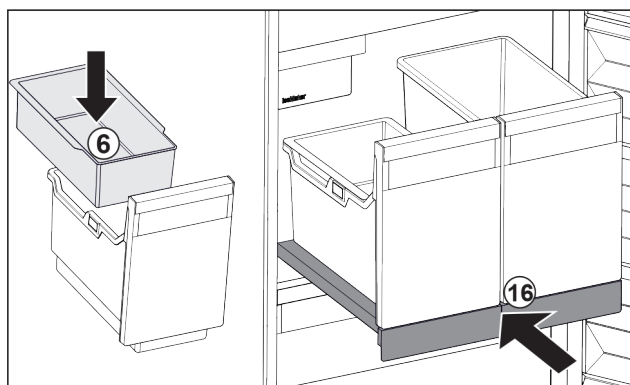

Fig. 106
- Vložte závesnú miskú Fig. 106 (6) na kocky ľadu.
- Zasuňte vyťahovaciu poličku s nádobou (IceTower). Fig. 106 (16)